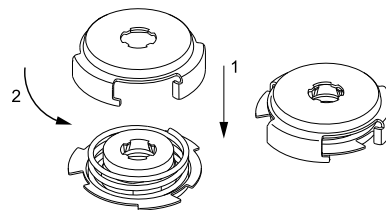

Fig. 6 Montage du ressort et de l'entraînement
7. Monter le ressort (pos. 108) et l'entraînement (pos. 112). Voir fig. 6.